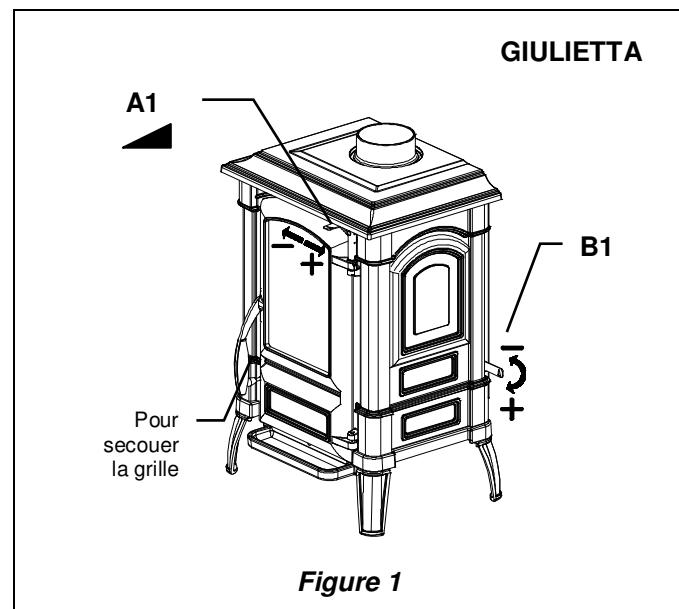
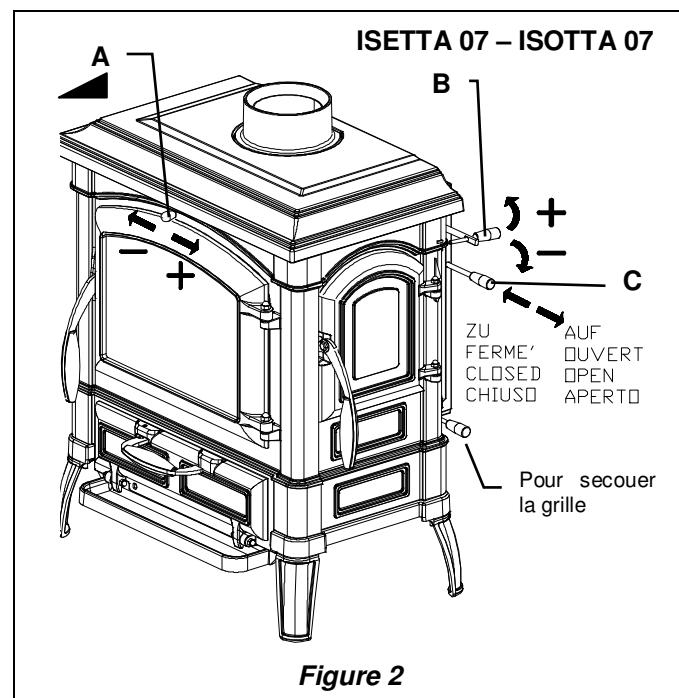

Figure 1
Figure 2
(thermostat **B** Figure 2) (vanne **B1** Figure 1)
(**A** Figure 2) (**A1** Figure 1)
**Réglage d'allumage (C Figure 2)** voir paragraphe 9